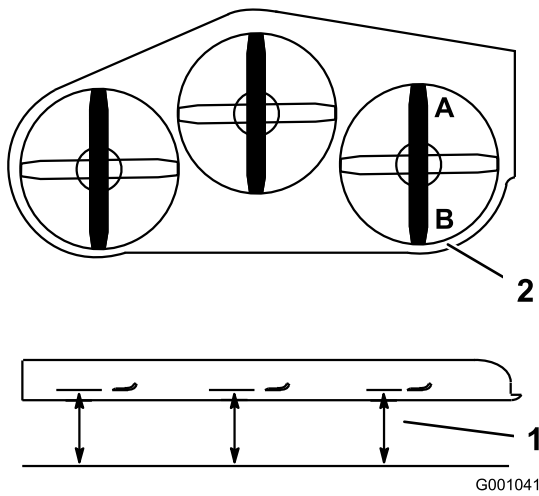

Figura 83
1. Coloque la cuchilla **derecha** en posición longitudinal (Figura 83).
2. Mida la cuchilla derecha en la posición **A** desde una superficie nivelada hasta el filo de corte del extremo de la cuchilla (Figura 83).
4. Mida la cuchilla derecha en la posición **B** desde una superficie nivelada hasta el filo de corte del extremo de la cuchilla (Figura 83).
6. La cuchilla del cortacésped debe estar entre 6 y 10 mm (1/4–3/8 pulg.) más baja en la posición **A** que en la posición **B** (Figura 83). Si no es correcta la distancia, continúe con los pasos siguientes.